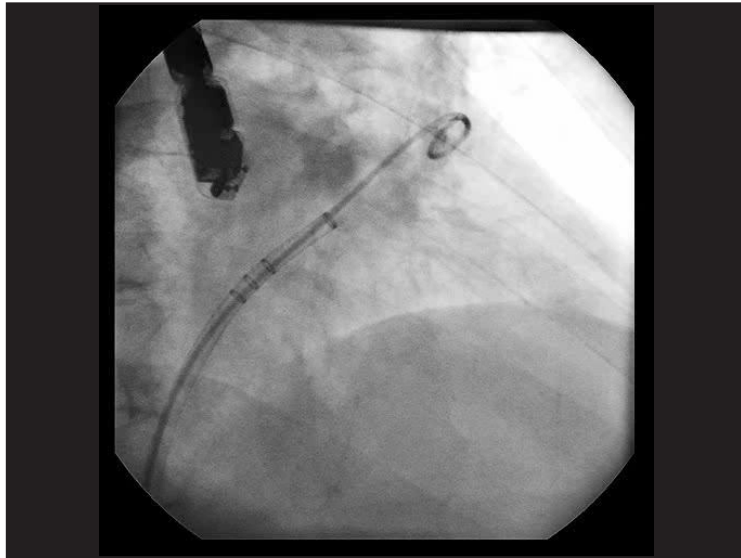
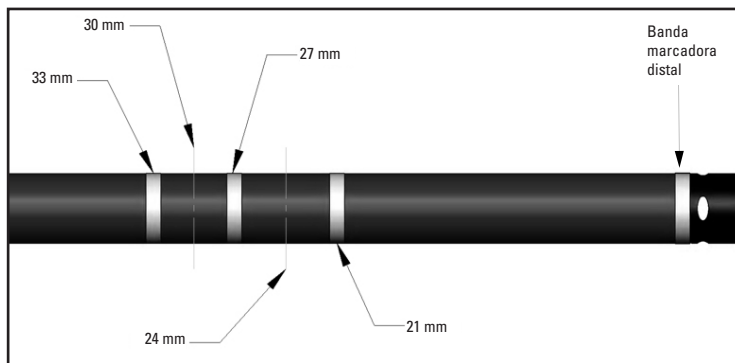

Figura 3. Vaina de acceso WATCHMAN™ y catéter en espiral
Figura 4. Bandas marcadoras de la vaina de acceso WATCHMAN
- C. Haga avanzar con cuidado el catéter en espiral a través de la vaina de acceso hacia la OAI distal bajo fluoroscopia (Figura 3). Haga avanzar con cuidado la vaina de acceso sobre el catéter en espiral hasta que la banda marcadora de la vaina de acceso correspondiente al tamaño del dispositivo (consulte la Figura 4) esté en el orificio de la OAI o se encuentre en posición distal con respecto al mismo. Retire lentamente el catéter en espiral.